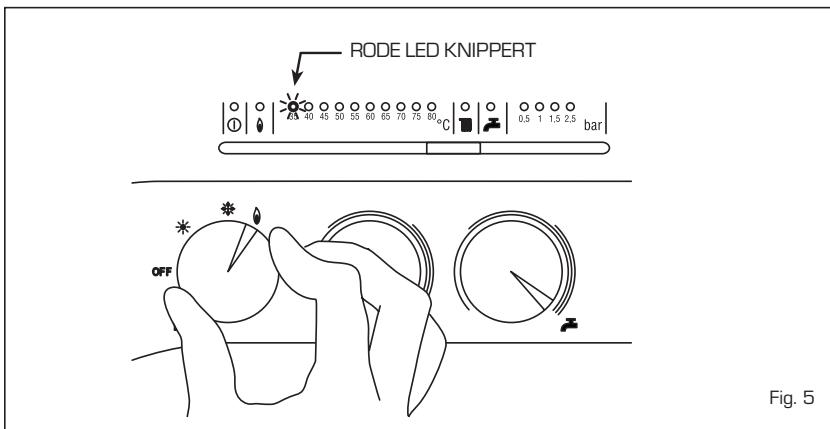

Fig. 5
- **Inschakeling van de veiligheidsaquastaat (fig. 5)**